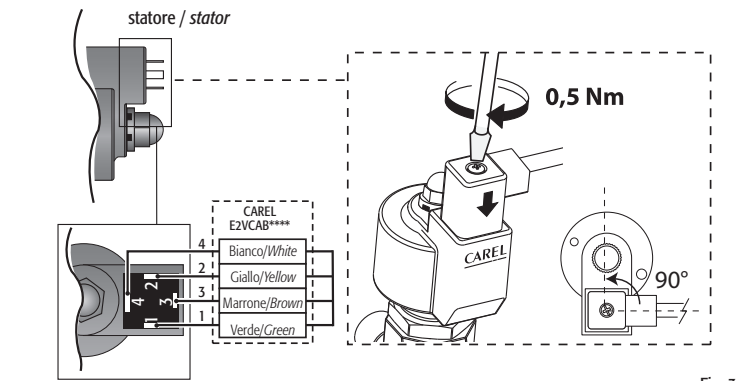

Fig. 3
4. collegare il connettore già cablato al motore passo passo nel relativo alloggiamento e serrare la vite con una coppia di 0,5 Nm seguendo le indicazioni in Fig. 3. Collegare a questo punto l'estremità quadripolare del cavo nei relativi morsetti del Driver CAREL EVD*** o relativo controllo omologato CAREL ed impostare i parametri secondo il set riportato nella tabella sottostante.
4. connect the pre-wired connector to the socket on the stepper motor and tighten the screw tightening torque 0,5 Nm following the instructions in Fig. 3. Connect the four-pin end of the cable to the corresponding terminals on the CAREL EVD*** driver or approved CAREL controller and set the parameters as shown in the table below.
- Raccorder le connecteur déjà câblé au moteur pas à pas dans le logement correspondant et serrer la vis avec un couple de 0,5 Nm en suivant les indications de la Fig. 3. Connecter ensuite l'extrémité quadriolaire du câble aux bornes correspondantes du Driver CAREL EVD*** ou du régulateur homologué CAREL et configurer les paramètres selon la valeur reprise au tableau ci-dessous.
- Den vorverdrahteten Steckverbinder in den Schrittmotor einfügen und die Schraube nach den Anleitungen der Fig. 3 mit rund 0,5 Nm Drehmoment festschrauben. Das Vierleiterkabelende an die entsprechenden Klemmen des CAREL-Treibers EVD*** oder an eine andere zugelassene CAREL-Steuerung anschließen und die Parameter gemäß Parameter-Set der nachstehenden Tabelle einstellen.